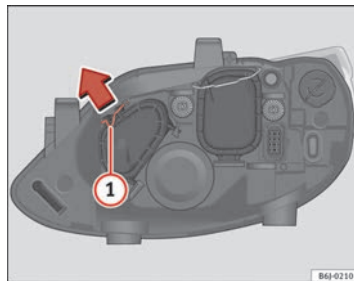

Fig. 148 Luci di posizione
- Far scorrere il tirante ① nel senso della freccia e sfilare la chiusura ⇒ fig. 148.